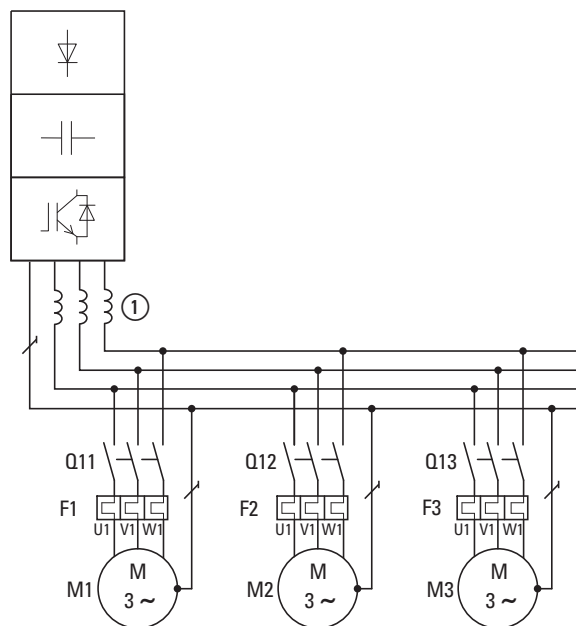

Рисунок 12: параллельное подключение нескольких двигателей к одному преобразователю частоты
Для компенсации искажений следует применять дроссели двигателя (см. ① на Рис. 12) на выходе преобразователя частоты (→ Раздел 9.8, «Дроссели двигателя», страница 182).